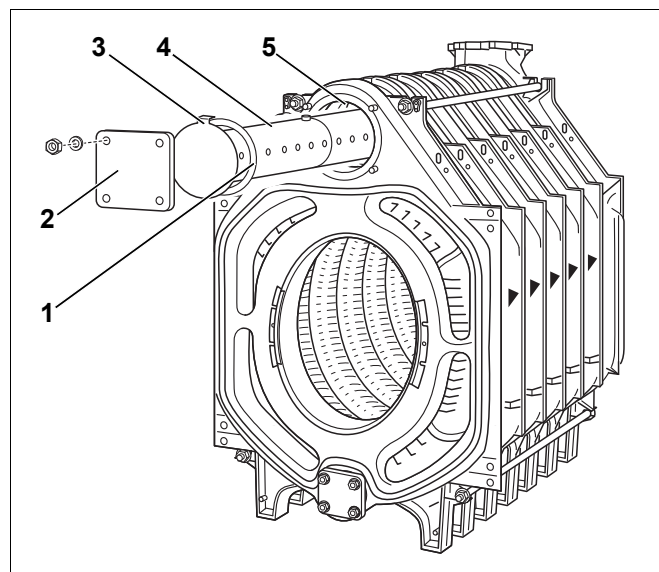

Рис. 24 Монтаж подпиточной трубы
Подпиточная труба (рис. 24, [4]) у котлов с 10-12 секциями состоит из 2 частей.
- ▶ Наденьте уплотнение на подпиточную трубу (рис. 24, [1]).
- ▶ Установите глухой фланец (рис. 24, [2]).
- ▶ Следите за тем, чтобы выступ (рис. 24, [3]) на закрывающей пластине подпиточной трубы вошел в паз в верхней ступице котла (рис. 24, [5]).